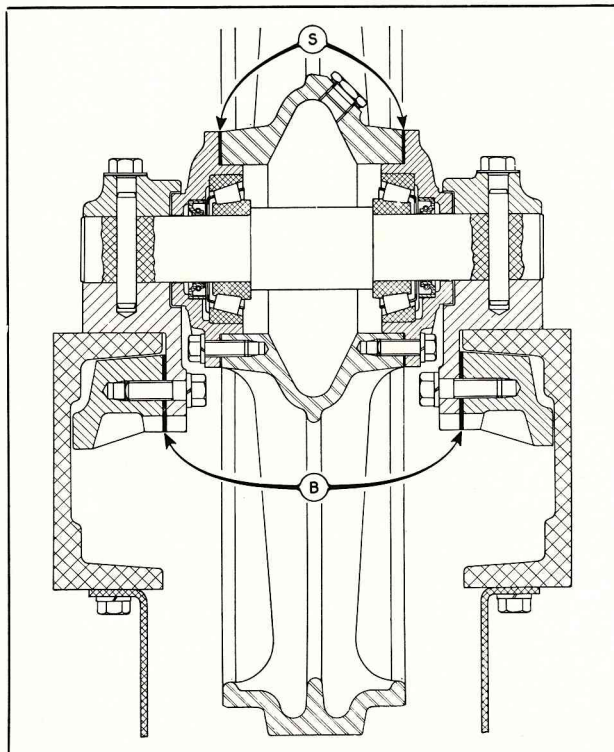
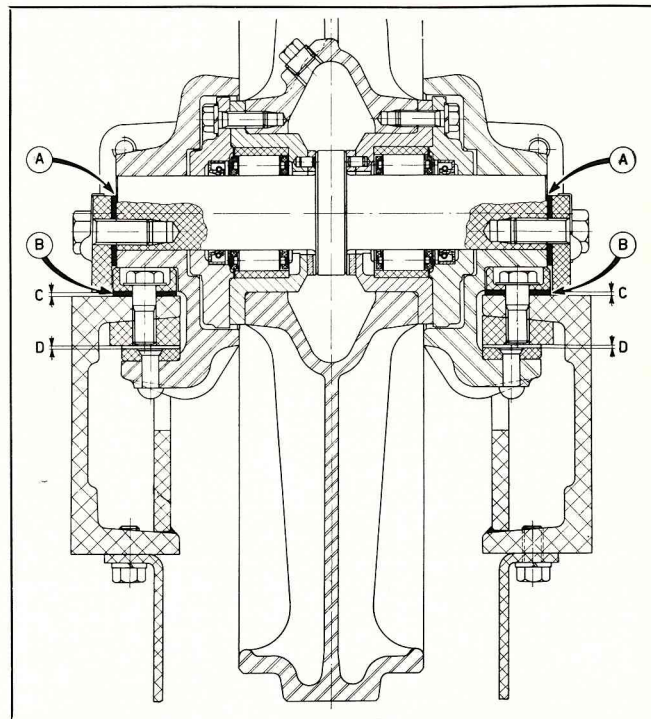

Fig. 177 - Sezione sulla ruota tendicingolo montata sui trattori 45 C fino al numero di telaio 61726.
Fig. 178 - Sezione sulla ruota tendicingolo montata sui trattori 45 C-CI dal numero di telaio 61727.
(sui pattini di guida della forcella tendicingolo **B**, fig. 177 per trattori fino al n. **61726** di telaio, e fra le piastre supporto di estremità **A**, fig. 178 per trattori oltre il predetto numero di telaio e per i **mod. 45 CI**). È opportuno che questo controllo sia effettuato su punti della ruota motrice e della ruota tendicingolo distanziati tra di loro di **90°**.
Per lo smontaggio nelle singole parti della ruota tendicingolo, montata sui trattori fino al n. 61726 di telaio (fig. 177) è necessario:
Il rimontaggio non presenta particolari difficoltà tuttavia è necessario controllare che, ad operazione ultimata, non vi sia giuoco assiale apprezzabile; perciò è necessario agire per tentativi nella determinazione degli spessori degli anelli di registro (**S**, fig. 177) più opportuni.
- l'asse per ruota tendicingolo deve essere orizzontale, in caso contrario si devono variare gli spessori per guide supporto (B, fig. 178);
- la mezzeria della ruota tendicingolo deve essere allineata con la relativa mezzeria della ruota motrice, in caso contrario intervenire disponendo opportunamente gli spessori (A) per piastre di estremità;
- le piastre per estremità supporto non devono essere a contatto con la superficie superiore del longherone, così pure dicasi delle guide interne dei supporti nei confronti delle piastre sul longherone stesso (**C, D**, fig. 178).
Per i trattori muniti di supporti per ruota illustrato in fig. 177.
- controllare che fra longheroni e pattini per supporto ruota tendicingolo vi sia un giuoco di **mm 1**, ottenibile variando gli spessori di registro, (**B** se trattasi della ruota tendicingolo illustrata in fig. 177);